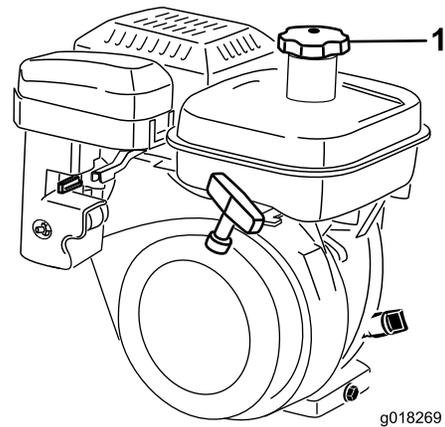

图25
1. 清理燃油箱盖附近的区域从油箱上取下盖子 图25。使用无铅汽油加油时油位不得超过过滤网的底部。切勿过量添加。